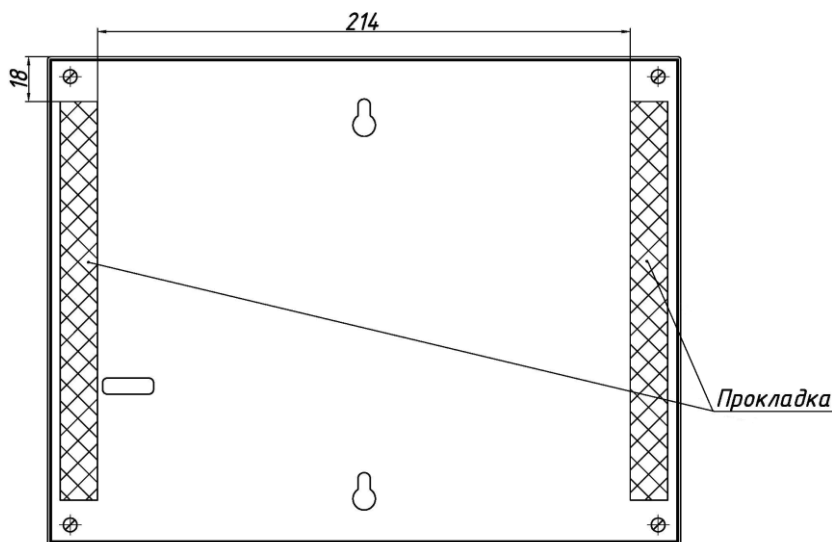

Рисунок 6 – Установка прокладок
- е) ввернуть самонарезающие винты из комплекта поставки (см. рисунок 6);